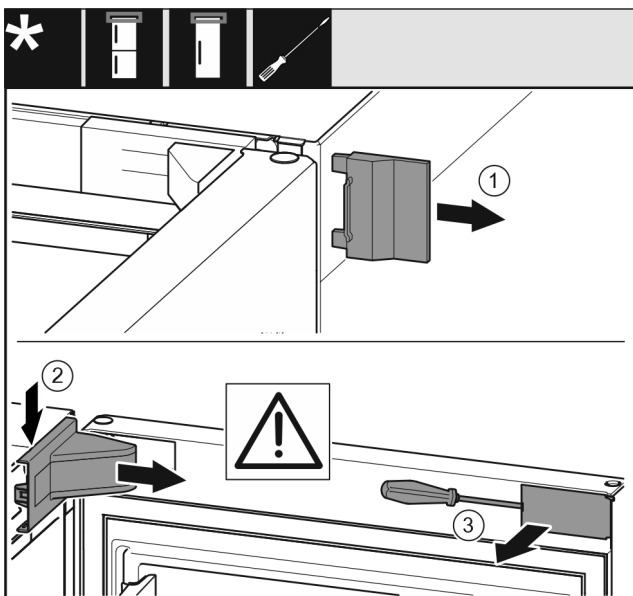

Fig. 11
- ▶ Снимите внешнюю крышку. Fig. 11 (1)
- ▶ Освободите и отсоедините крышку опорного кронштейна. Снимите крышку опорного кронштейна. Fig. 11 (2)
- ▶ При помощи шлицевой отвертки освободите накладку и отведите в сторону. Fig. 11 (3)